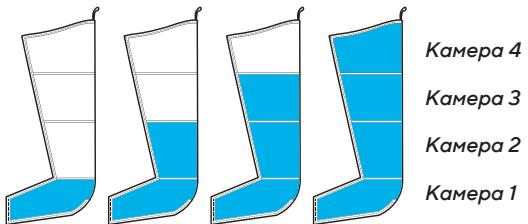

Рисунок 1 – Режим надувания Sequential (последовательный).
- Применяется направленный массаж, который начинается у основания обрабатываемой зоны и продвигается вверх по направлению к туловищу, а затем отпускается. (см. рис. 1)